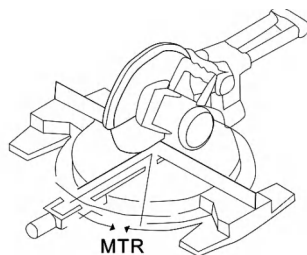

Fig.6
---Impostare il valore MTR sulla macchina da taglio per eseguire un taglio obliquo trasversale (Fig. 6).